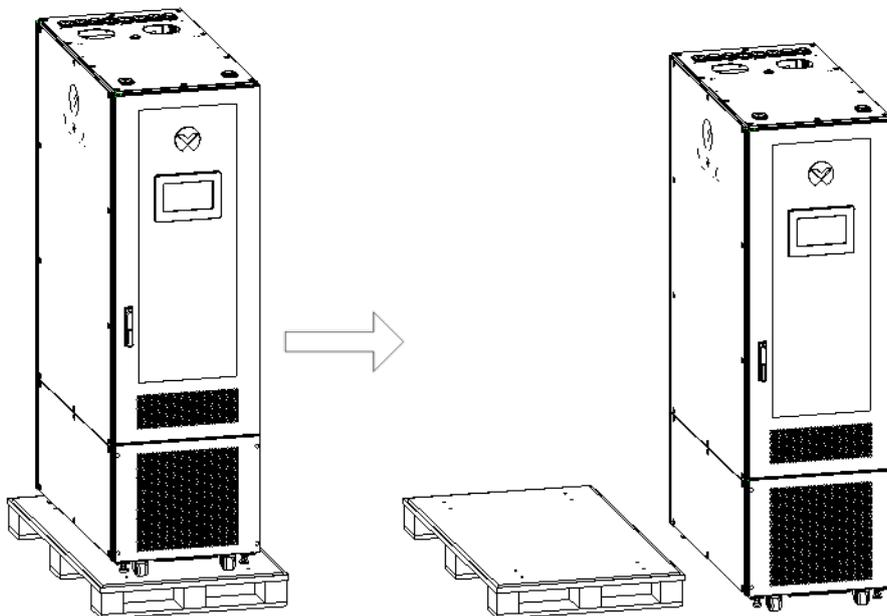

図 2-8 パレットを外す
- 5) キャビネットを水平に吊り上げ、底部のパレットを外したら、キャビネットを慎重に水平な床面に下ろす(図 2-8 参照)。